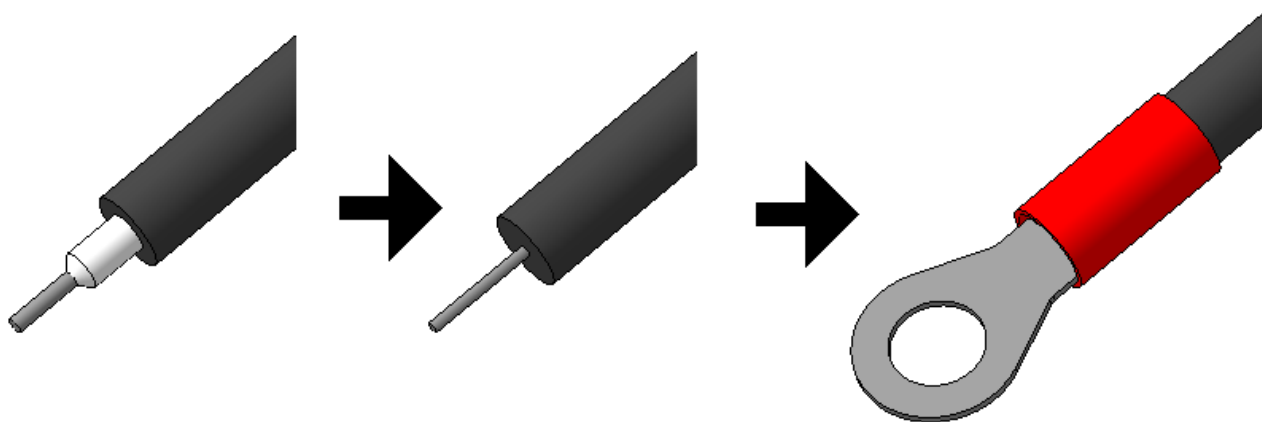

Рисунок 2.5.1 – Замена наконечника высоковольтного провода.
2. Удалить втулочный наконечник с высоковольтного провода, конец провода освободить от изоляции на длину  $(8 \pm 2)$  мм, припаять наконечник НКИ 7.934.049, изолировав место пайки с помощью термоусадочной трубки (см. рисунок 2.5.1).